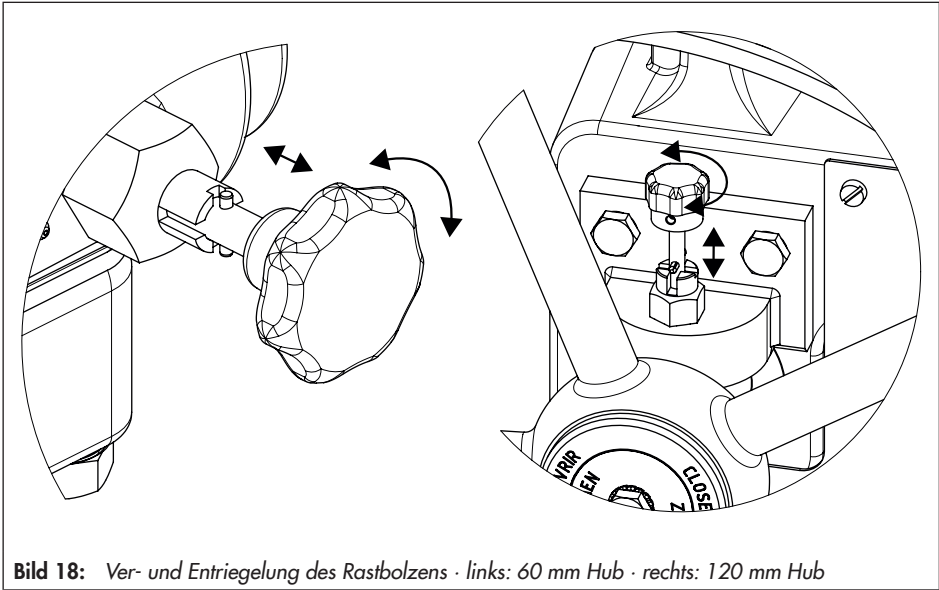

Bild 18: Ver- und Entriegelung des Rastbolzens · links: 60 mm Hub · rechts: 120 mm Hub
1. Um vom Automatikbetrieb in den Handbetrieb zu wechseln, Handrad entriegeln. Dazu den Rastbolzen herausziehen und um 90° drehen, vgl. Bild 18.
4. Handrad verriegeln. Dazu den Rastbolzen um mindestens 90° drehen, bis er wieder einrastet, vgl. Bild 18.
1. Rastbolzen zum Entriegeln des Handrads herausziehen und um 90° drehen, vgl. Bild 18.
3. Rastbolzen zum Verriegeln des Handrads um mindestens 90° drehen, bis er wieder einrastet, vgl. Bild 18.